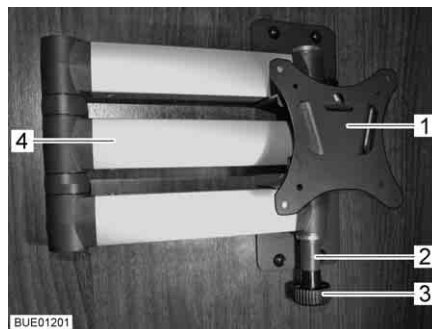

Fig. 64 Suporte com braço articulado
- Puxe botão de destravar (Fig. 64,3). O braço articulado (Fig. 64,4) está destravado.
- Rode o ecrã plano para trás, para a posição inicial, até o suporte (Fig. 64,1) encaixar no dispositivo de bloqueio (Fig. 64,2).